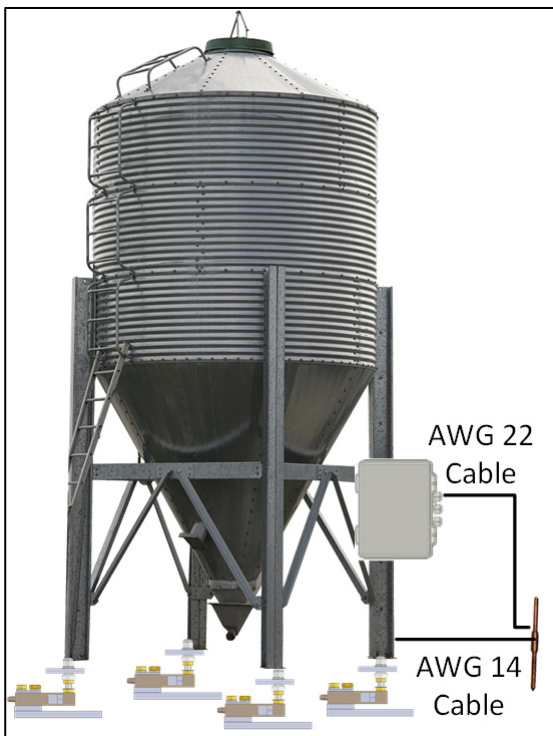

Figure 6: Grounding
- AWG 22 (тонкий) кабель для подключения RJB-4 к заземляющему стержню (рис. 6)